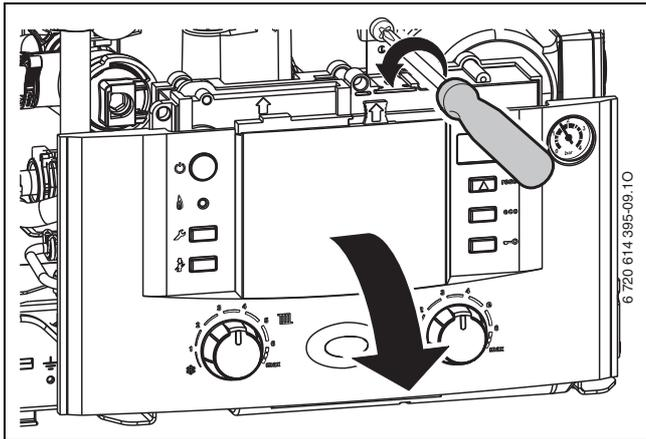

Fig. 16
- Svitare la vite di fissaggio (→ fig. 16) e far ruotare il pannello comandi verso il basso.